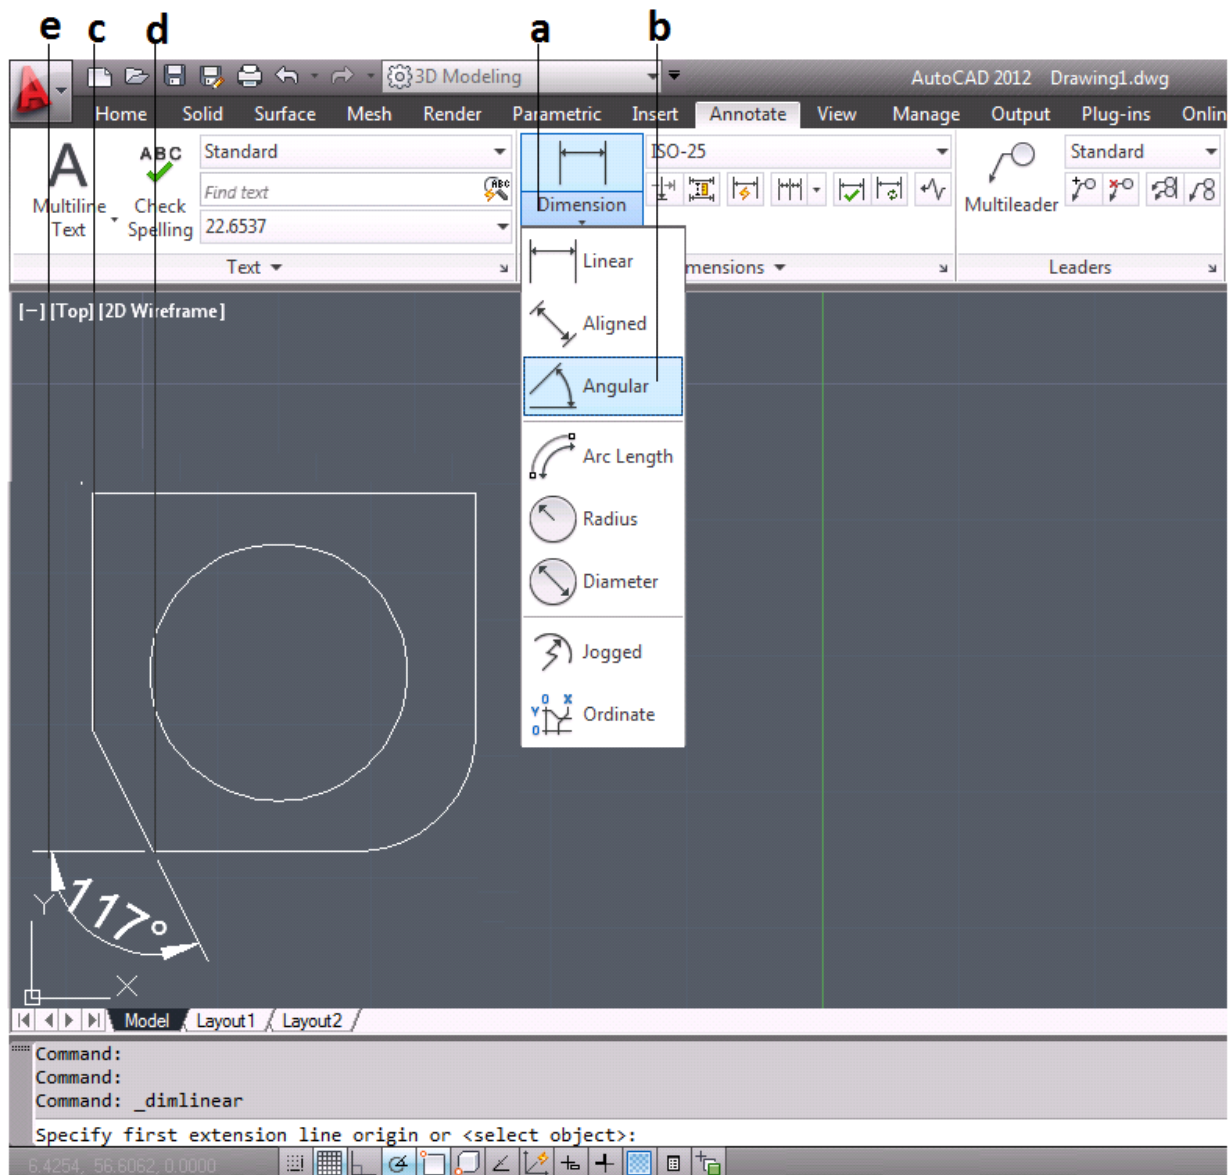

Figura 3.67 Acotado “Acotamiento Angular”
- a. Se da clic sobre el icono Dimensión [Dimension] para desplegar la lista de tipos de Cotas (figura 3.67).
- b. Se selecciona la herramienta Angulo [Angular] de la lista de tipo de cotas (figura 3.67).
- c. Haga clic sobre la primer línea, para indicar el origen del ángulo (figura 3.67).
- d. Haga clic sobre la segunda línea, para indicar el origen del ángulo (figura 3.67).
- e. Con el puntero se indica donde se localizara la cota (figura 3.67).